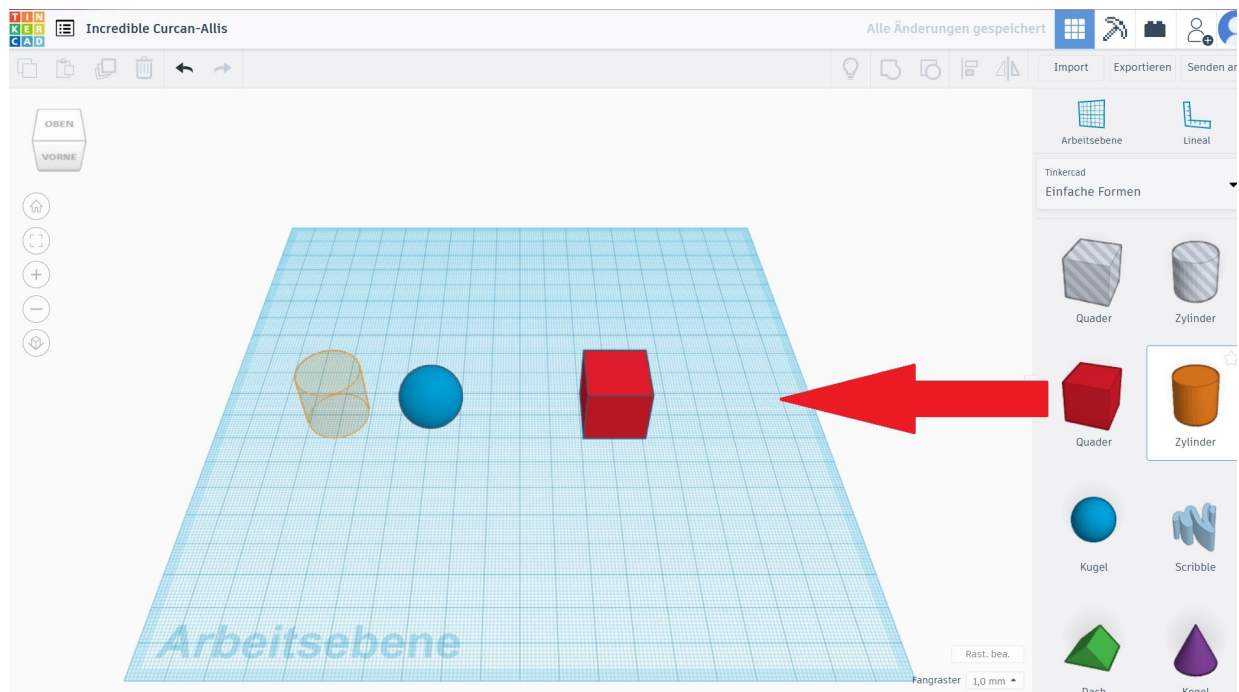

Abb. 1: Das Einfügen der Objekte
1. Zu Beginn wird ein Zylinder, eine Kugel und ein Quader per *Drag and Drop* in die Arbeitsebene gezogen (Abb. 1). Die genaue Position spielt dabei keine Rolle, da die Objekte später noch mit der Maus oder den Pfeiltasten beliebig verschoben werden können.